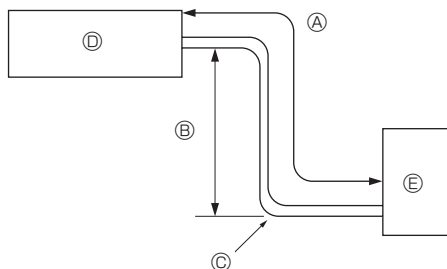

Fig. 2-1
2.1. Kjølemiddelrør (fig. 2-1)